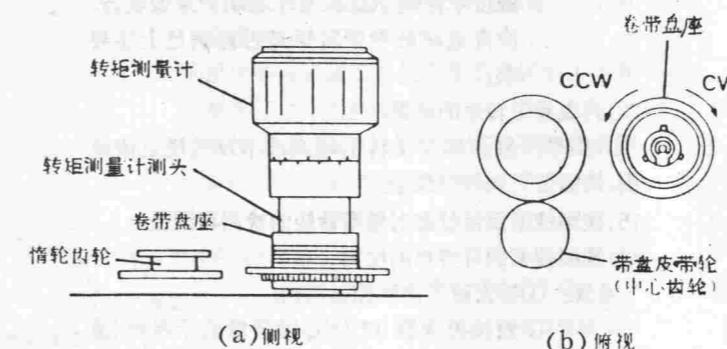

图34
②录像机处于快进或倒带状态时,拔去电源插头,使之处于全停状态;
③从卷带盘座上分离出卷带盘惰轮,然后将转矩测量计安装于卷带盘座上,如图34所示;
④顺时针方向和逆时针方向旋转转矩测量计,使转矩测量计的刻度盘与卷带盘以同样的转速旋转,逆时针方向制动力矩应为 $280\sim720\text{ g}\cdot\text{cm}$ ,顺时针方向制动力矩应为 $90\sim200\text{ g}\cdot\text{cm}$ (另外,两者所测值还需满足顺时针方向制动力矩至少等于逆时针方向制动力矩的两倍的规定要求),如图34所示。